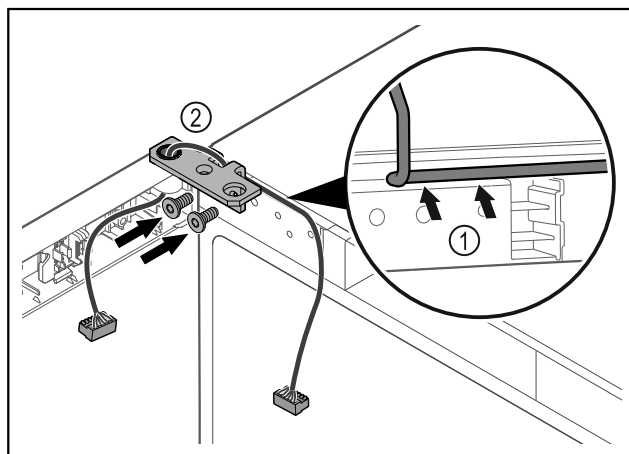

Fig. 48
- Vezesse át a kábelt a csuklópánton lévő nyíláson, majd óvatosan fektesse le Fig. 48 (1).
- Csavarozza fel a csuklópántot Fig. 48 (2).